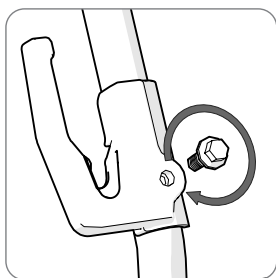

Fig 5
- Rimuovere i due bulloni di fissaggio. (Fig. 5)